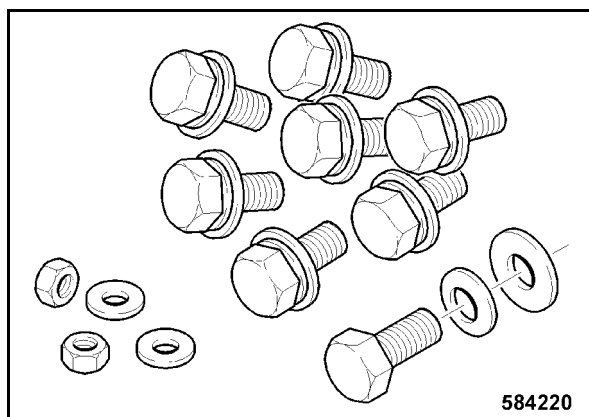

Bild 167
- Tarkista, että kaikki kiinnitysruuvit, laatat, aluslaatat ja mutterit ovat olemassa ohjaamonkopin kiinnitystä varten (Bild 167).